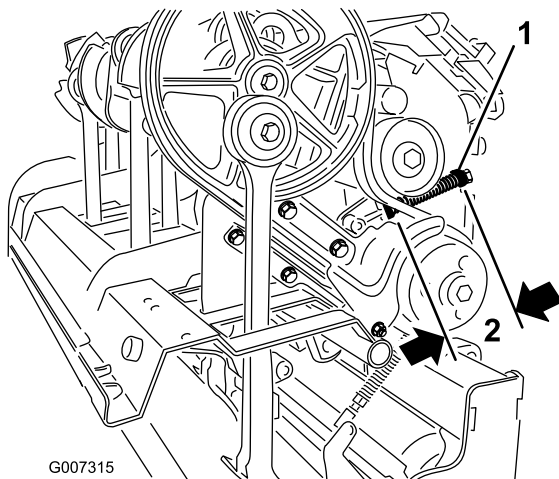

Рисунок 35
- С. Ослабьте контргайку крепления держателя пружины (Рисунок 35).
- Д. Отрегулируйте держатель пружины так, чтобы получить требуемую длину сжатой пружины (Рисунок 35).